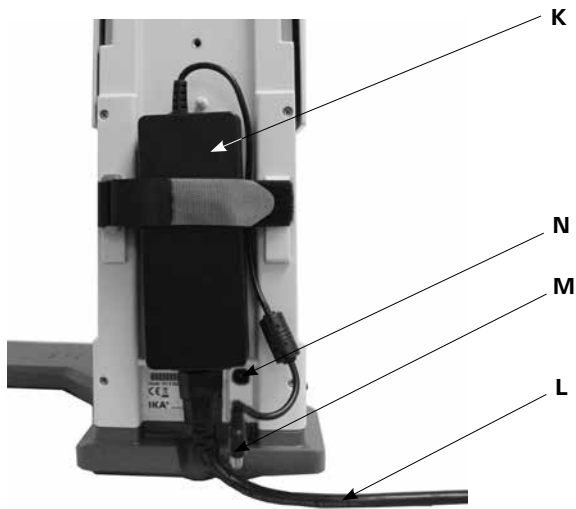

Fig. 9
### 3.) Befestigen des Schaltnetztes. (Fig. 9)
- Befestigen Sie das Schaltnetzteil (K) auf der Geräterückseite. Fixieren Sie es mit dem Klettverschluss, indem Sie beide Laschen über dem Netzteil zusammenziehen. Das Klettband darf nicht unter dem Schaltnetzteil liegen.
- Verbinden Sie den Niederspannungsstecker (M) mit der Anschlußbuchse (N). (Fig. 9)
- Stecken Sie das Netzkabel (L) in das Schaltnetzteil und verbinden Sie es mit der Spannungsquelle.